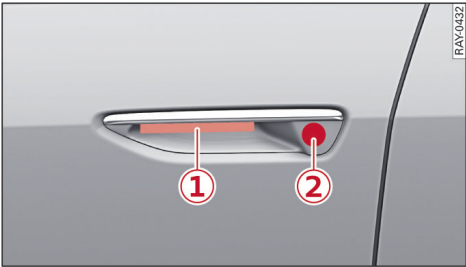

图 13 门把手：解锁/上锁感应器
- ▶ 要给汽车解锁时，请把手伸进车门把手下的抓握凹空里  ⇒ 图 13。
- ▶ 要给汽车上锁时，请关闭车门并触摸 1 次 车门把手上的感应器 ②。此时不要伸入车门把手的凹空，否则车门不上锁。在关闭过程结束后，无法紧接着再次打开车门。由此您能够确认车门是否正确锁好。
- ▶ 前提：移动设备已连接上蓝牙：要给汽车应急解锁并打开车门时，请将手伸进车门把手下的抓握凹空内 ①。
- ▶ 前提：移动设备已连接上蓝牙：要给汽车应急上锁时，请关闭车门并在车门把手上触摸 1 次 感应器 ② ⇨ 36 页，图 13。此时不要抓握车门把手，否则车门不上锁。在关闭过程结束后，无法紧接着再次打开车门。由此您能够确认车门是否正确锁好。
- ▶ 适用于：近距离通讯 NFC：要借助近距离通讯技术给汽车解锁/上锁时，请将移动设备 / 钥匙卡对准感应器 ②。
- ▶ 请用汽车钥匙上的按钮 ① 锁止汽车。
- ▶ 在 5 秒钟内触摸车门把手上的感应器 1 次 ⇨ 36 页，图 13。此时不要抓握车门把手，否则车门不上锁。